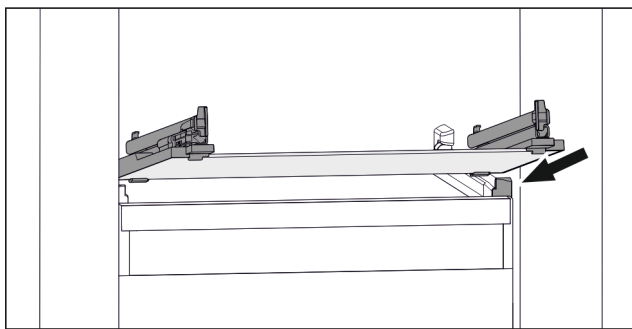

Fig. 47 Reprezentare exemplificativă a plăcii de sticlă
- ▶ Așezați placa de sticlă oblic în spatele opritoarelor. (vezi Fig. 47)